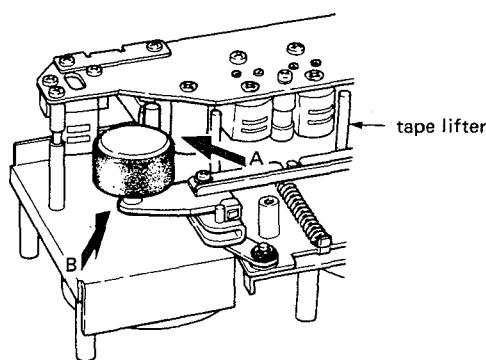
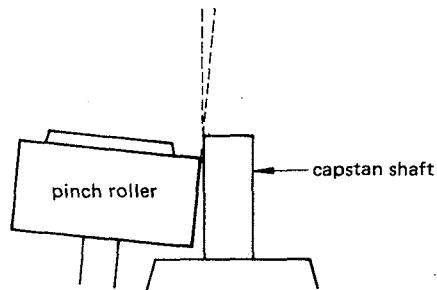

Fig. 2-12 Directions for pinch roller parallelism check
Fig. 2-13 View in direction A (example of non-parallelism)
1. Let pinch roller draw near toward capstan shaft by manually lifting up tape lifter shown in Fig. 2-12.
2. Check pinch roller/capstan shaft parallelism viewed from direction of arrow A shown in Fig. 2-12. (Refer to Fig. 2-13, 14.)
- (1) Use the jig as near as possible to the pinch roller spindle.
- (2) Do not touch the surface of spindle.
- (3) Use no other tool for this adjustment!
4. Remove pinch roller, then push up tape lifter to visually align pinch roller spindle with the capstan shaft viewed from direction of arrow B in Fig. 2-12.
1. 図2-12に示すテープ・リフタを手で押し上げ、ピンチ・ローラをキャブスタン・シフトに近づける。
2. 図2-12に示すA方向から見て、ピンチ・ローラとキャブスタン・シャフトの平行度をチェックする。
4. 次にピンチ・ローラを外し、テープ・リフタを上げ、図2-12のB方向から見てピンチ・ローラとキャブスタン・シャフトの平行度をチェックする。